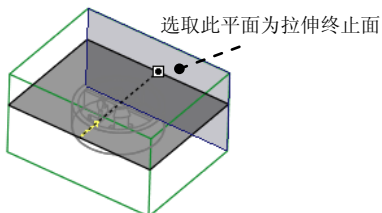

图 18.10 选取拉伸终止面
(4) 设置深度选项。
① 在操控板中选取深度类型 （到选定的）。
② 将模型调整到图 18.10 所示的视图方位，选取图 18.10 所示的平面为拉伸终止面。
(5) 在“拉伸”操控板中单击 按钮，完成特征的创建。